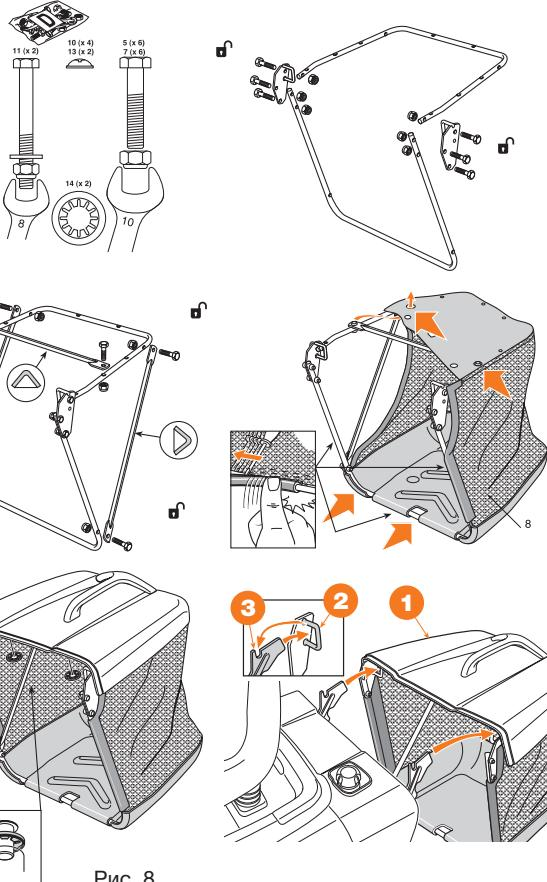

Рис. 8
- Закрепить контейнер для сбора травы ①, вставив два крепления ② в отверстия на двух опорах ③ (Рис. 8).